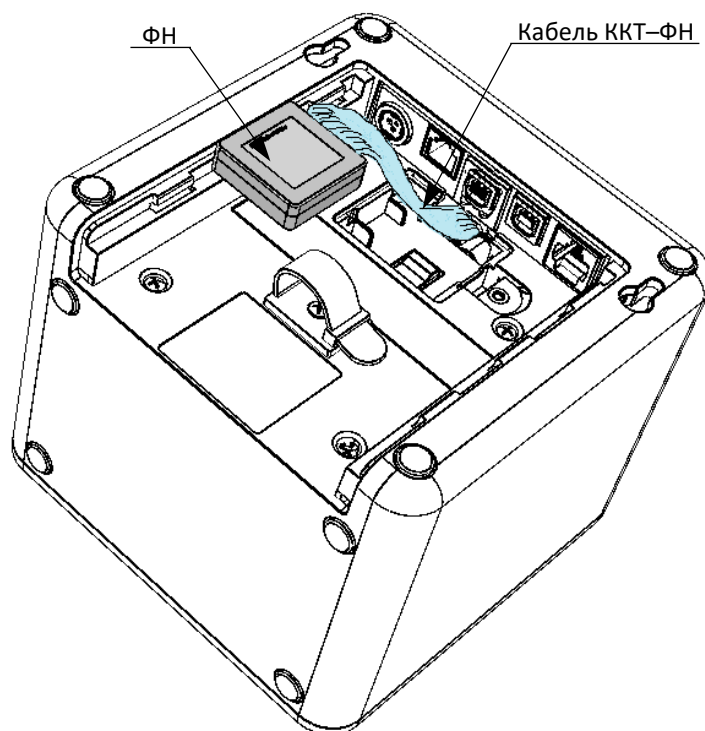

Рисунок 6. ФН, подключенный кабелем к БУ ККТ
12. Подключить ФН кабелем ККТ–ФН (см. рисунок 6).